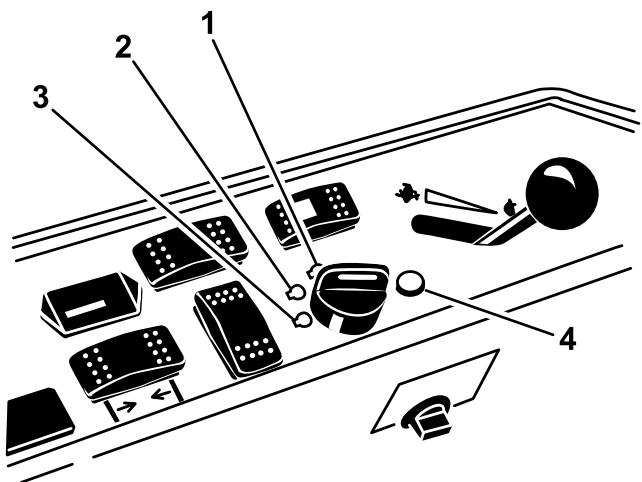

Figura 18
6. Gire la llave en sentido horario a la posición de MARCHA (Figura 18).
3. Gire la llave a la posición de DESCONECTADO (Figura 18). Espere a que se detengan todas las piezas en movimiento antes de abandonar el puesto del operador.